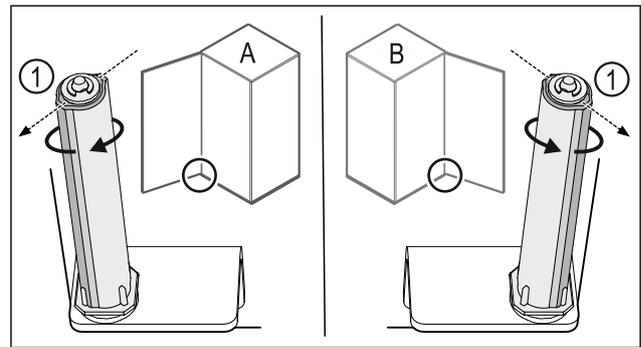

Fig. 46 Atidarymas į kairę (A) / atidarymas į dešinę (B)
- Sukite uždarymo sistemą, įveikdami pasipriešinimą, kol uždarymo sistemos pertvara Fig. 46 (1) bus nukreipta į išorę.